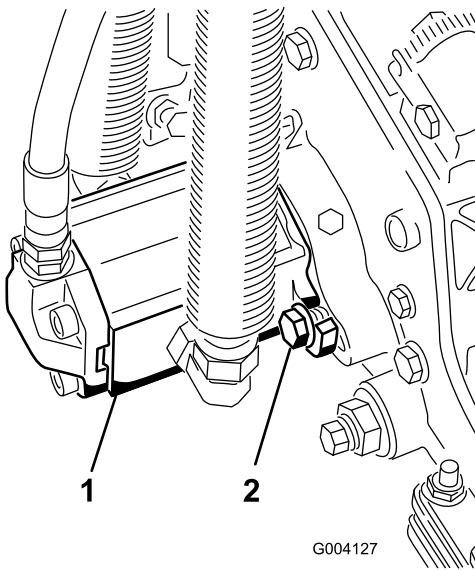

Figura 14
11. Installate il motore ruotandolo in senso orario in modo tale che le flange del motore liberino le viti a testa cilindrica (Figura 14).